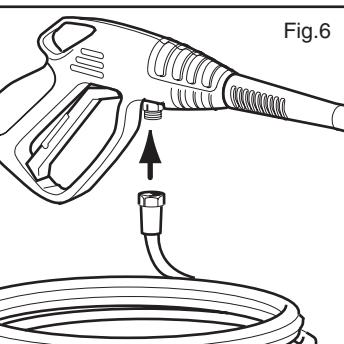
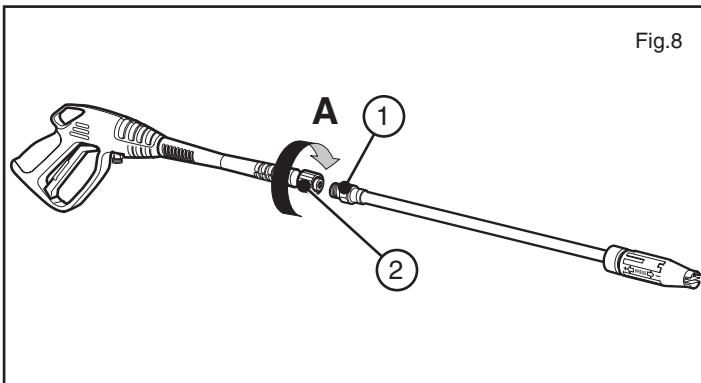

Fig.6
Fig.8
Mettere in moto la macchina premendo il pulsante (fig. 7, pos. 1) e lasciarla funzionare per qualche minuto per eliminare impurità e bolle d'aria dal circuito idraulico, quindi fermarla, innestare il tubo ad alta pressione alla pistola (fig. 6) e montare la lancia (fig. 8).
Per montare la lancia sulla pistola è sufficiente inserire l'estremità filettata della lancia (pos. 1) nel foro presente sulla pistola (pos. 2), avvitare la lancia come indicato dalla freccia (A) fino a raggiungere il completo accoppiamento (vedi fig. 8).